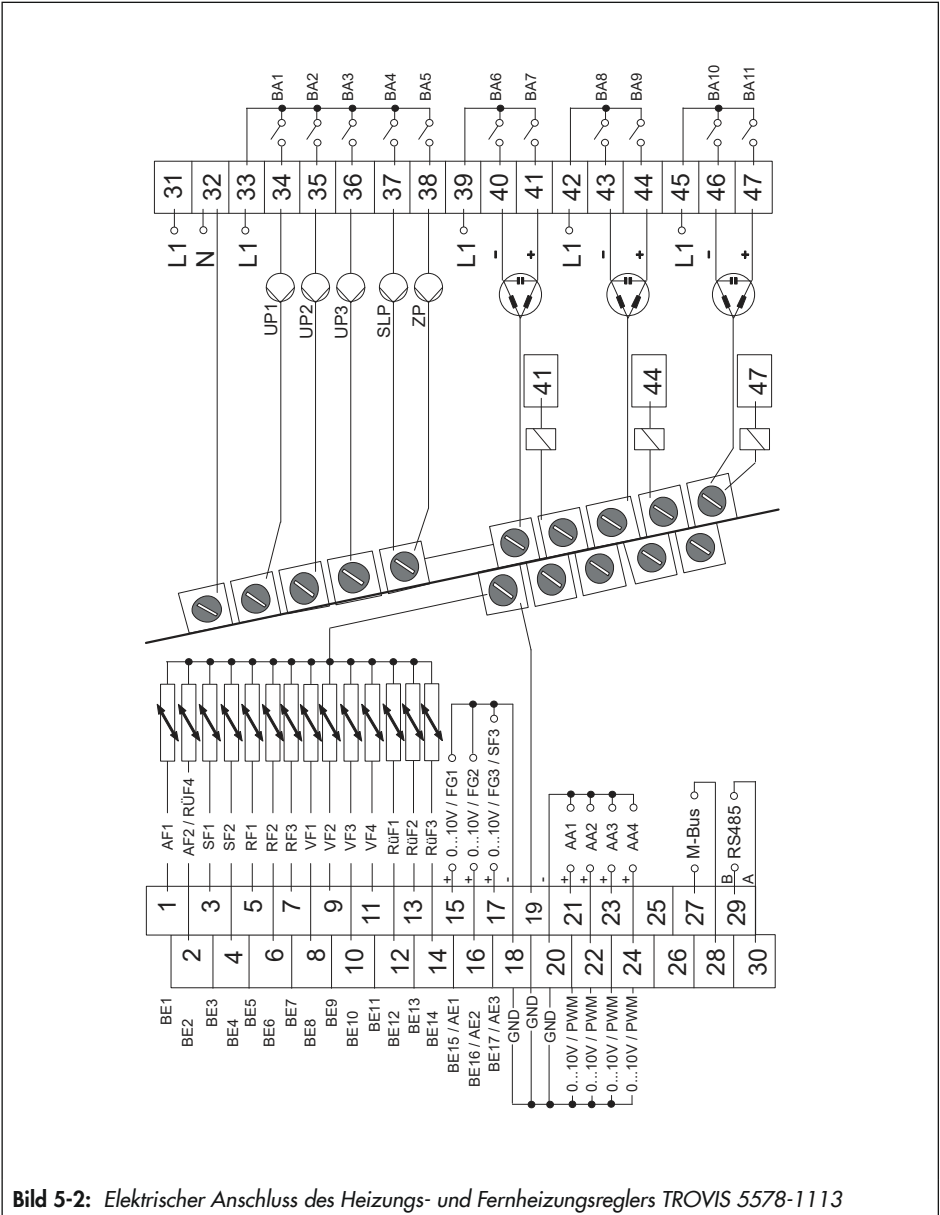

Bild 5-2: Elektrischer Anschluss des Heizungs- und Fernheizungsreglers TROVIS 5578-1113
- Elektrischen Anschluss nach Bild 5-2 (TROVIS 5578-1113) oder Bild 5-3 (TROVIS 5578-1114) vornehmen.
Legende zu Bild 5-2: